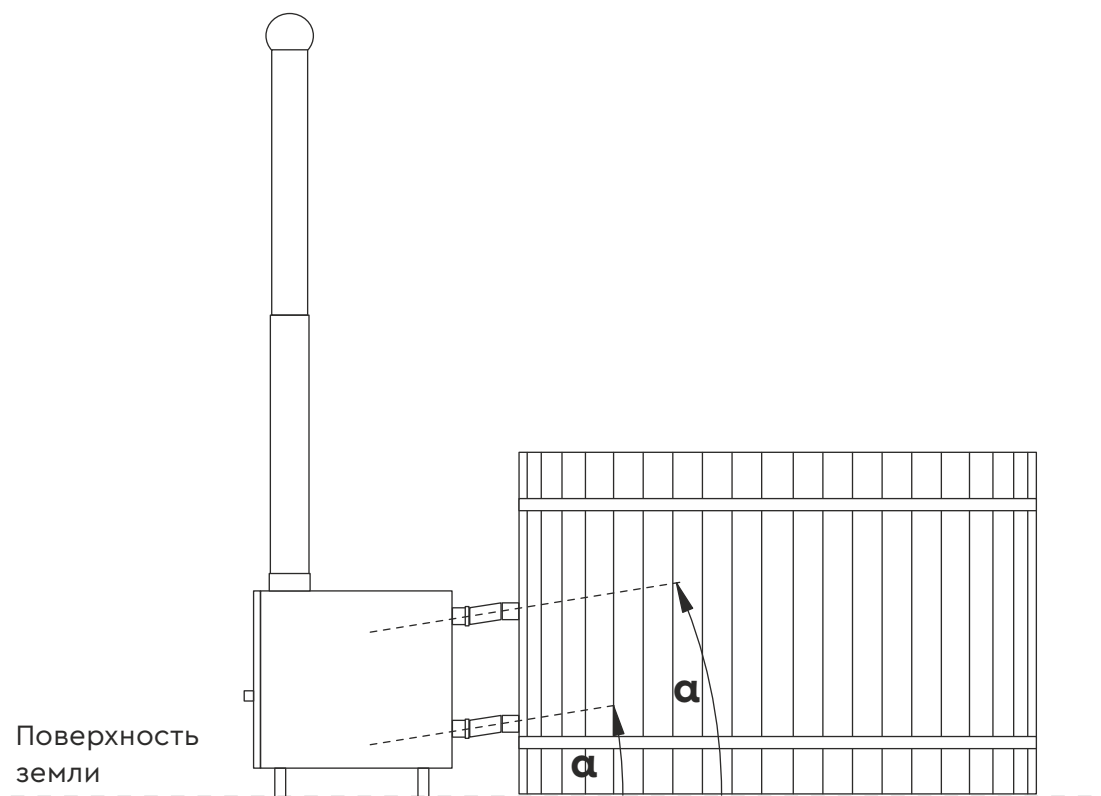

Рисунок 4
- Наружная печь должна быть установлена на ту же поверхность и на той же высоте, что и купальная бочка. См. рисунок 4.